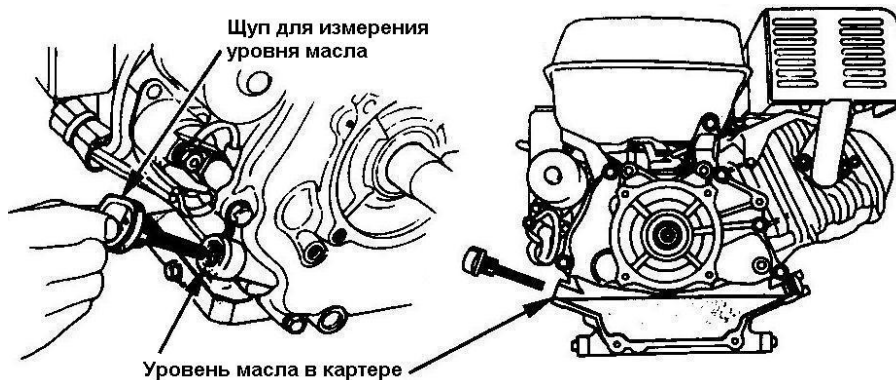

Рисунок 2 – Уровень масла в картере двигателя
- если уровень масла низкий, долейте масло рекомендованное настоящим руководством до нижнего края заливного отверстия (рисунок 2);